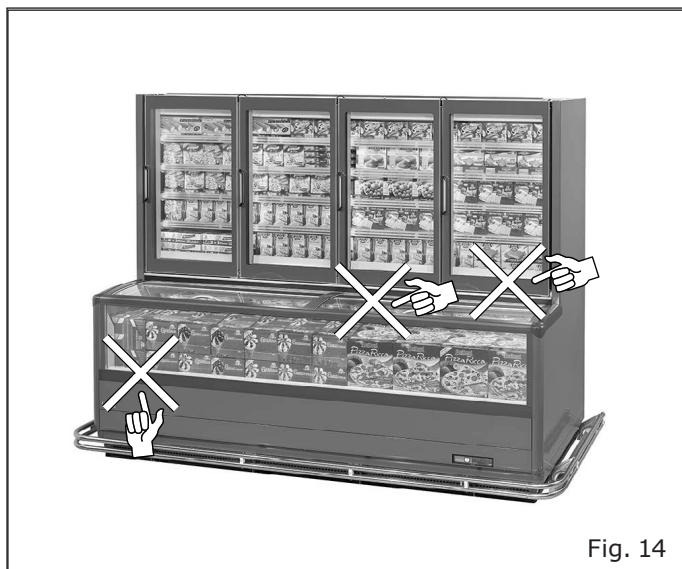

Fig. 14
- La marchandise ne bouche pas le flux d'air réfrigéré ("Fig. 14").